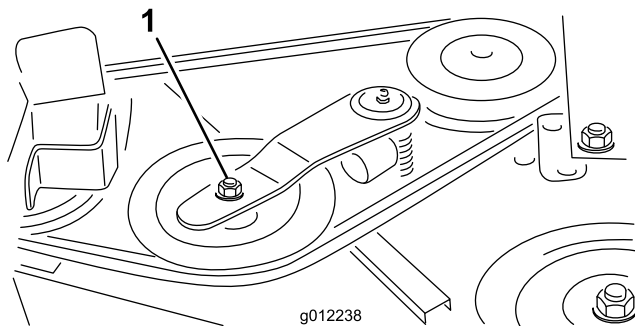
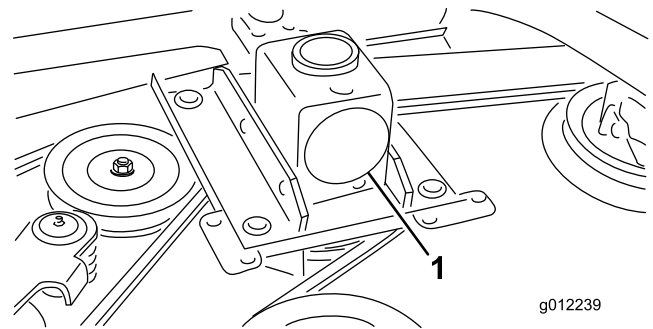

Figure 30
Figure 31
2. À l'aide d'une clé dynamométrique ou d'un outil similaire, éloignez la poulie de tension (Figure 30) de la courroie d'entraînement pour détendre cette dernière et pouvoir la déchausser de la poulie du réducteur (Figure 31).